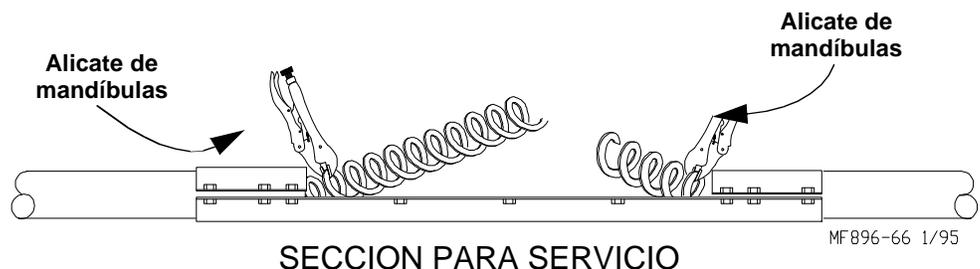

Figura 31. (Vista lateral)
6. Usar un alicate de mandíbulas para sujetar un extremo del sinfín en su lugar mientras se estira el sinfín. Ver la **Figura 31**.
10. Tirar otros 450 mm (18 pulg) del sinfín e instalar otro alicate de mandíbulas para impedir que el sinfín salte de vuelta al interior del tubo. Ver la **Figura 31**.